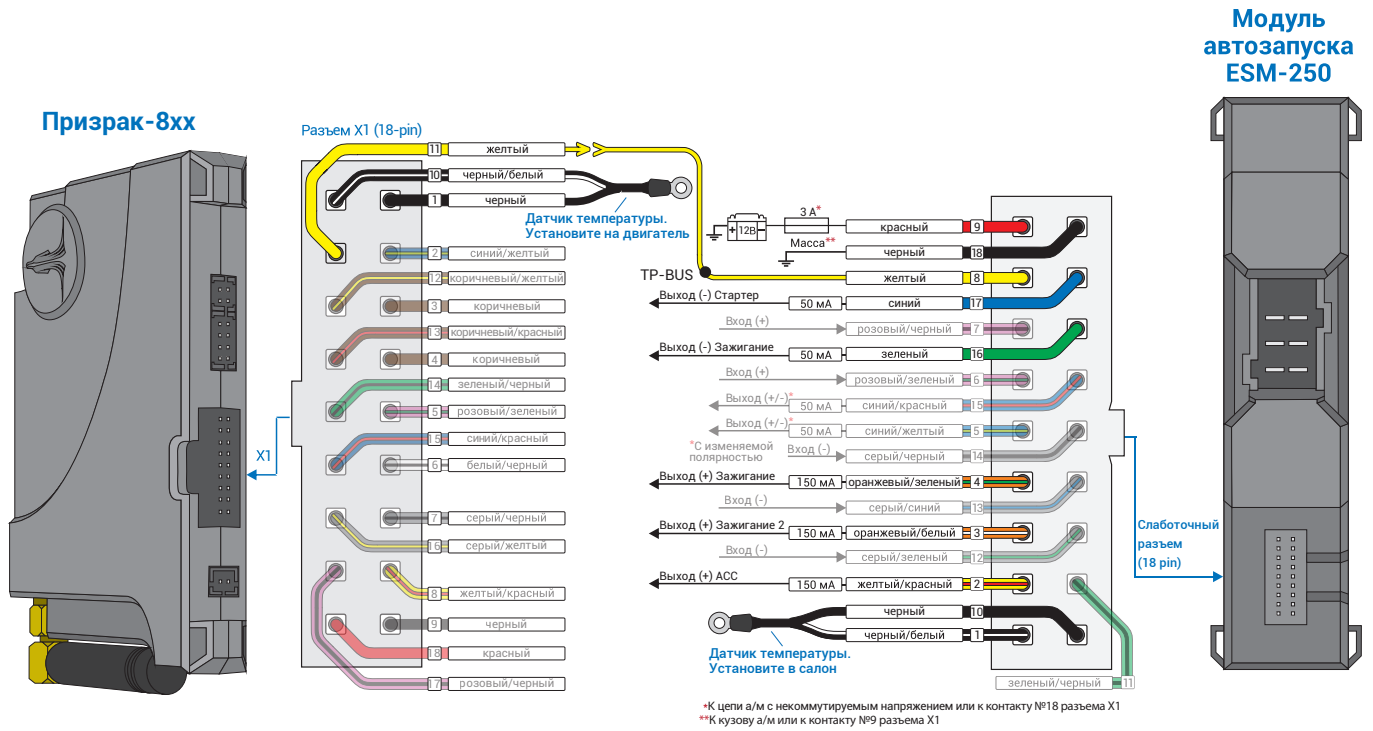
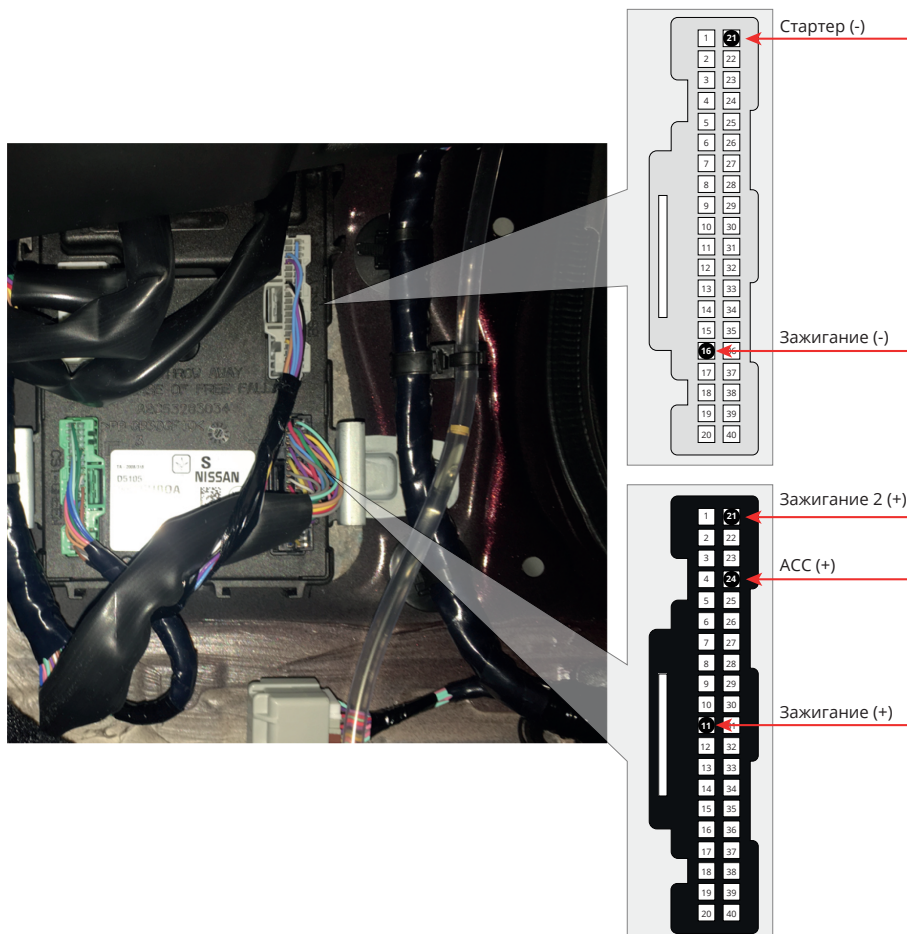

Рис.2 Подключение модуля автозапуска ESM-250
Рис.3 Место подключения к цепям запуска двигателя
3. Подключите модуль автозапуска ESM-250 – выводы модуля, которые требуется подключить выделены на рис. 2. Подключение производится за правой кик панелью (см. рис. 3).